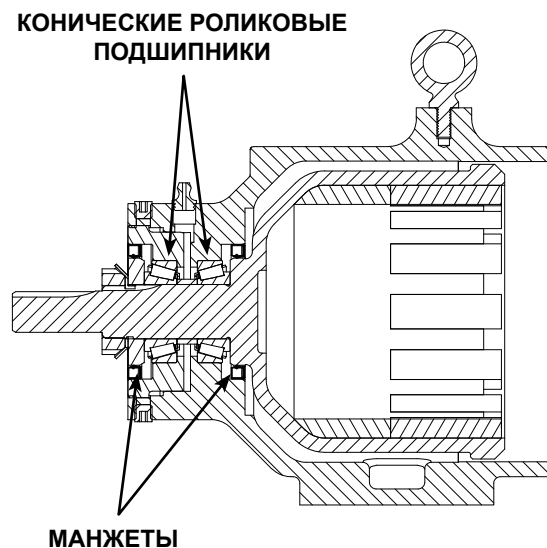

РИС. 9
2. Запрессуйте внутреннюю манжету в блок подшипников, внешнюю манжету в торцевую заглушку и затем нанесите на них консистентную смазку (указания по ориентации манжет содержатся на Рис. 9).